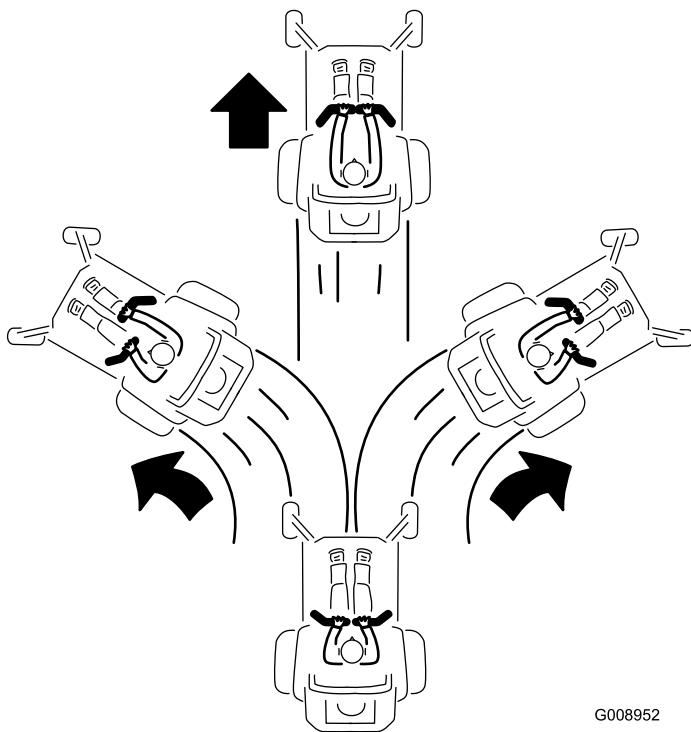

Figura 27
3. Para andar para frente empurre as alavancas de controlo do movimento lentamente para a frente (Figura 27).